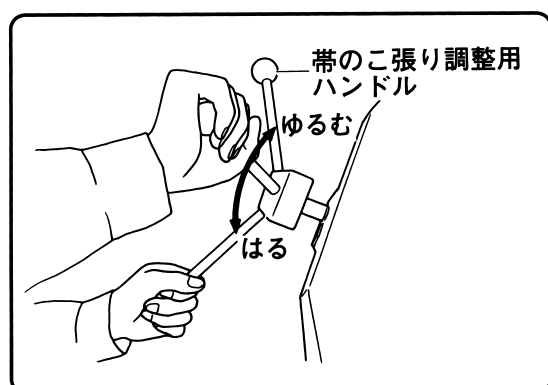

図 27
(7) 帯のこ張り調整用ハンドルを時計方向にまわし、帯のこに張力を加えます。(図27)